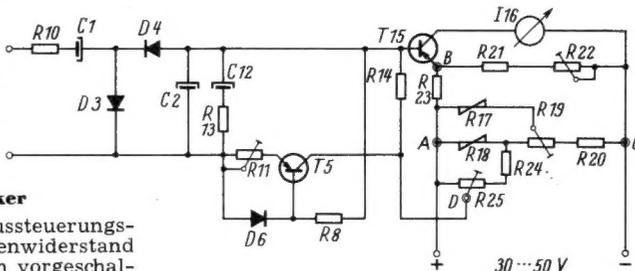

Bild 7. Gesamtschaltung eines Aussteuerungsmessers mit einem Transistor-Gleichstromverstärker
Aus diesen Gründen wird anstelle des Instrumentes ein Transistor-Gleichstrom-Verstärker verwandt, dessen Eingangswiderstand durch eine Stromgegenkopplung im Emittor auf den gewünschten Wert gebracht wird. Es ist dann möglich, hinter dem Gleichstrom-Verstärker ein kräftiges Meßwerk mit guten ballistischen Eigenschaften zu verwenden. Bild 7 weist nun gegenüber Bild 6 einige Veränderungen in der Logarithmierungsschaltung auf,
Eine hierfür geeignete Schaltung ist in Bild 7 dargestellt. Sie besteht aus einem Transistor T 15 in geerdeter Emitterschaltung, einem Anzeige-Instrument I 16 und einer in der Emittor-Zuleitung liegenden nichtlinearen Brückenschaltung.
**Einzelteile für Bild 7**